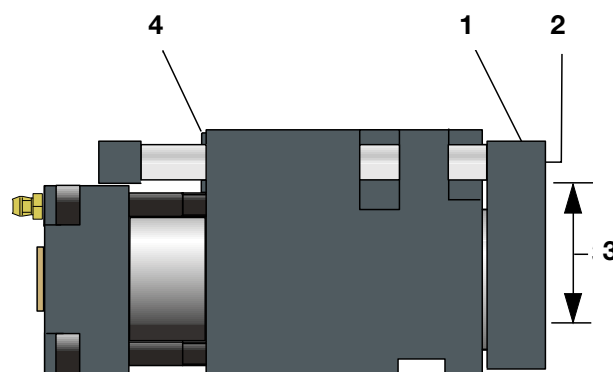

Fig. 12:
8.2 Carro para troqueles compacto 2018.11. (Fig. 12)